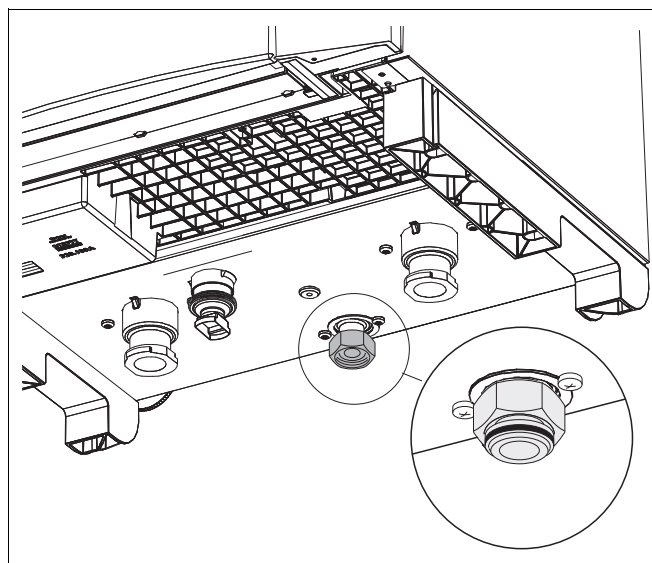

Fig. 11 Rubberen afdichting
- Controleer of de fabrieksmatig voorge-monteerde vlakke rubberen afdichting in de gaszijdige aansluiting van het cv-toestel aanwezig is (→ fig. 11, loep).